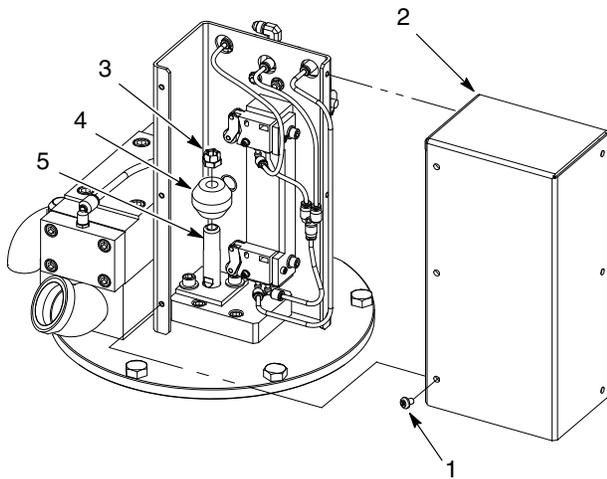
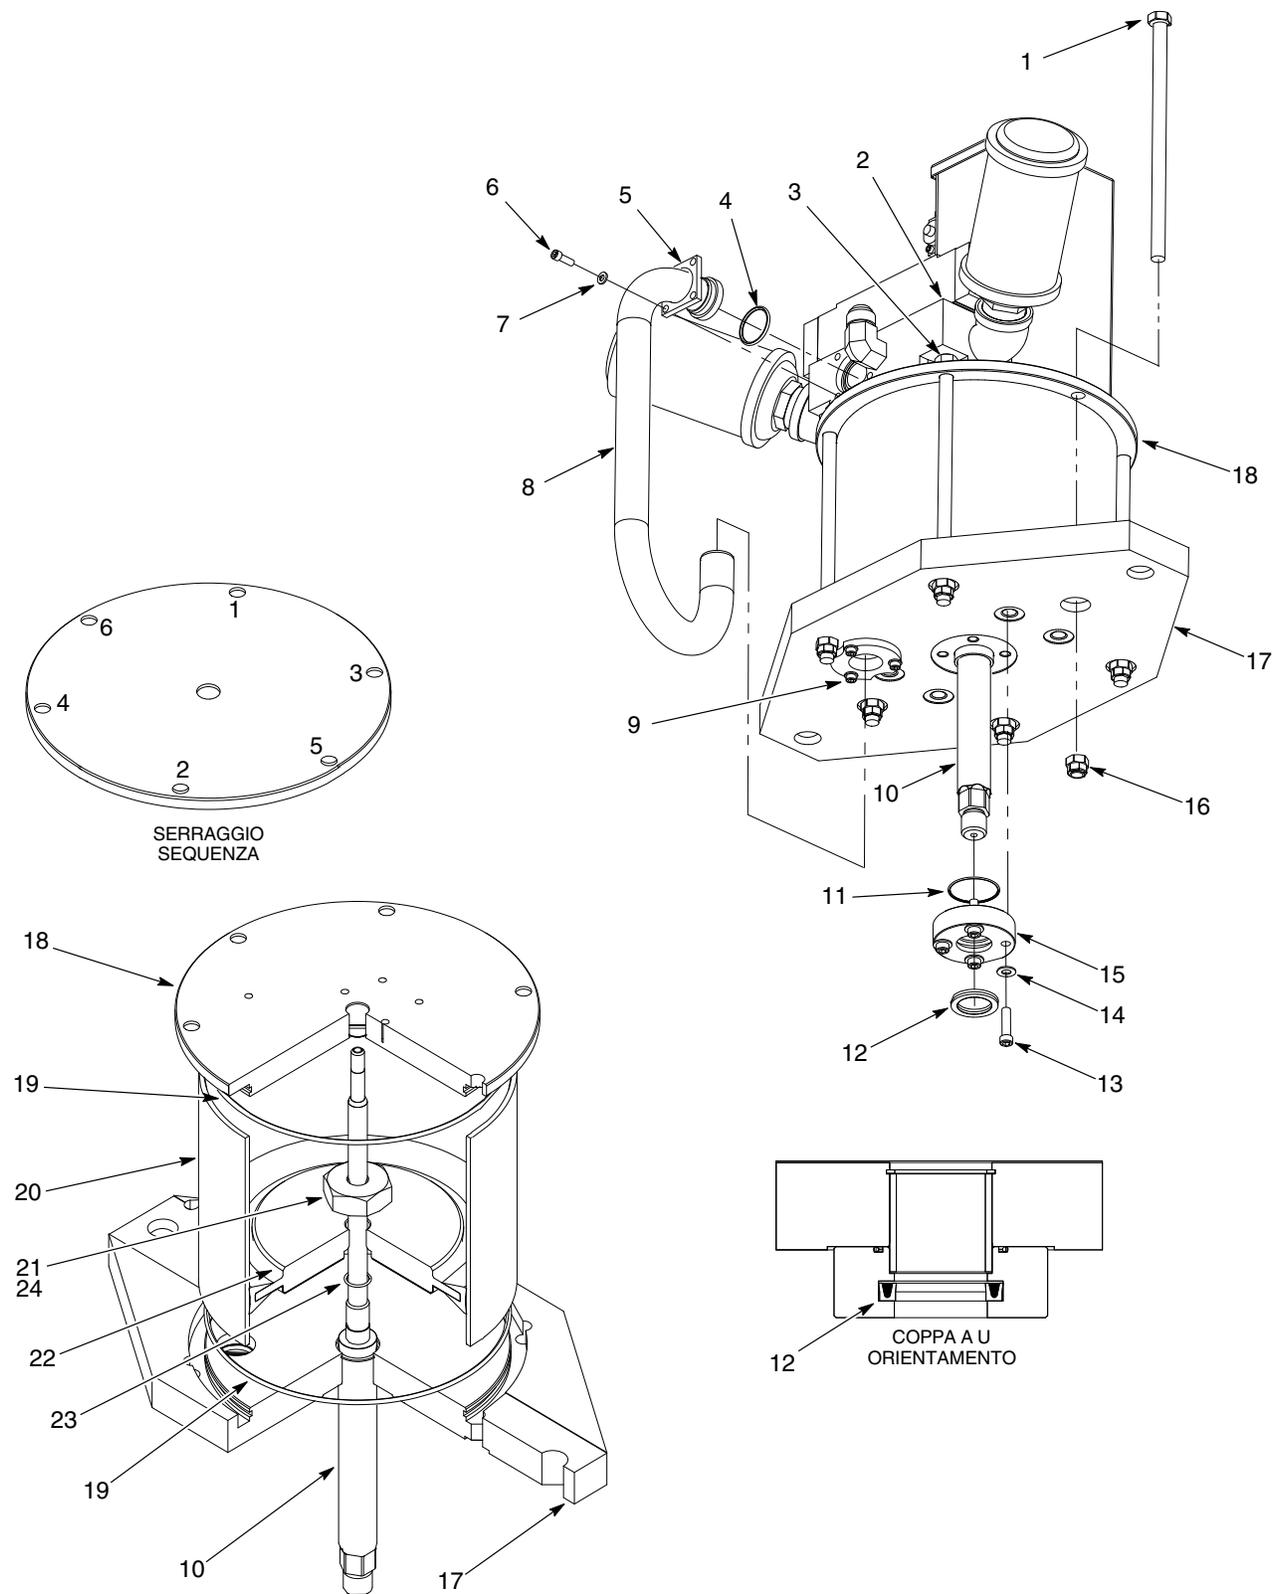

Figura 12 Smontaggio della copertura dell'asta di scatto
Figura 13 Sostituzione del pistone
1. Vedi figura 12. Togliere le viti (1) che fissano la copertura del gruppo dell'asta di scatto (2).
2. Mettere una chiave sulle parti piatte dell'asta del pistone (5).
3. Togliere il dado (3) che fissa la barra di scatto (4) all'asta del pistone (5).
4. Vedi figura 13. Togliere le viti (6) e le rondelle (7) che fissano il ritegno del tubo di alimentazione superiore (5) al collettore aria (2).
5. Allentare le viti del ritegno del tubo di alimentazione inferiore (9).
6. Rimuovere il tubo di alimentazione (8) dal collettore aria (2) e dalla piastra di base (17). Togliere e gettare via l'o-ring (4) dal collettore aria (2).
7. Togliere le viti (13) e le rondelle (14) che fissano il ritegno dell'asta del pistone (15) alla piastra di base (17). Togliere l'o-ring (11) e la coppa ad U (12). Gettare via l'o-ring e la coppa ad U.
8. Togliere le viti (1) e i dadi (16) che fissano la copertura del motore ad aria (18) alla piastra di base (17). Per rimuovere i dadi prendere con una chiave le parti piatte delle due viti (3) sotto il collettore aria (2).
9. Rimuovere la copertura del motore ad aria (18) e poggiarla su una superficie piana. Smontare e gettare via l'o-ring della copertura del motore ad aria (19).
10. Rimuovere il cilindro pneumatico (20) e l'o-ring (19) dalla piastra di base (17). Gettare via l'o-ring. Rimuovere il gruppo pistone dal cilindro pneumatico.
11. Togliere il dado (21) che fissa il pistone (22) all'asta del pistone (10). Rimuovere l'o-ring (23) dall'asta del pistone e gettarlo via.
1. Vedi figura 13. Applicare grasso TFE sui pezzi seguenti:
- superficie interna del cilindro pneumatico (20)
- pistone (22)
- coppa ad U (12)
2. Montare l'o-ring (23) sull'asta del pistone (10).
3. Applicare Loctite 242 (24) sui filetti superiori dell'asta del pistone (10). Montare il pistone (22) sull'asta del pistone. Montare il dado sull'asta del pistone e serrare a 200-220 ft-lb (271-298 N•m).
4. Assemblare il gruppo pistone e il cilindro pneumatico (20):
- b. Applicare grasso TFE sull'asta del pistone (10).
5. Montare gli o-ring (19) sulla piastra di base (17) e sulla copertura del motore ad aria (18).
7. Montare la copertura del motore ad aria (18) sul cilindro pneumatico (20) usando le viti (1, 3). Eseguire quanto segue:
- a. Applicare i dadi (16) sulle viti.
8. Inserire l'o-ring (11) e la coppa ad U (12) nel ritegno dell'asta del pistone (15) come illustrato.
9. Montare il ritegno dell'asta del pistone (15) sulla piastra di base (17) usando le viti (13) e le rondelle (14). Serrare le viti a 22-25 ft-lb (30-33 N•m).
10. Inserire con attenzione la parte inferiore del tubo di alimentazione aria (8) attraverso il ritegno inferiore (9) fin dentro la piastra di base (17).
11. Inserire con attenzione la parte superiore del tubo di alimentazione aria (8) nel collettore aria (2).
12. Fissare il ritegno superiore (5) al collettore aria (2) usando le viti (6) e le rondelle (7). Serrare le viti a 10-12 ft-lb (13-16 N•m).
13. Serrare le viti sul ritegno inferiore (9) a 10-12 ft-lb (13-16 N•m).
14. Vedi figura 12. Montare la barra di scatto (4) sull'asta del pistone (5) usando il dado (3). Stringere bene il dado.
15. Montare la copertura (2) sul motore ad aria usando le viti (1). Stringere saldamente le viti.